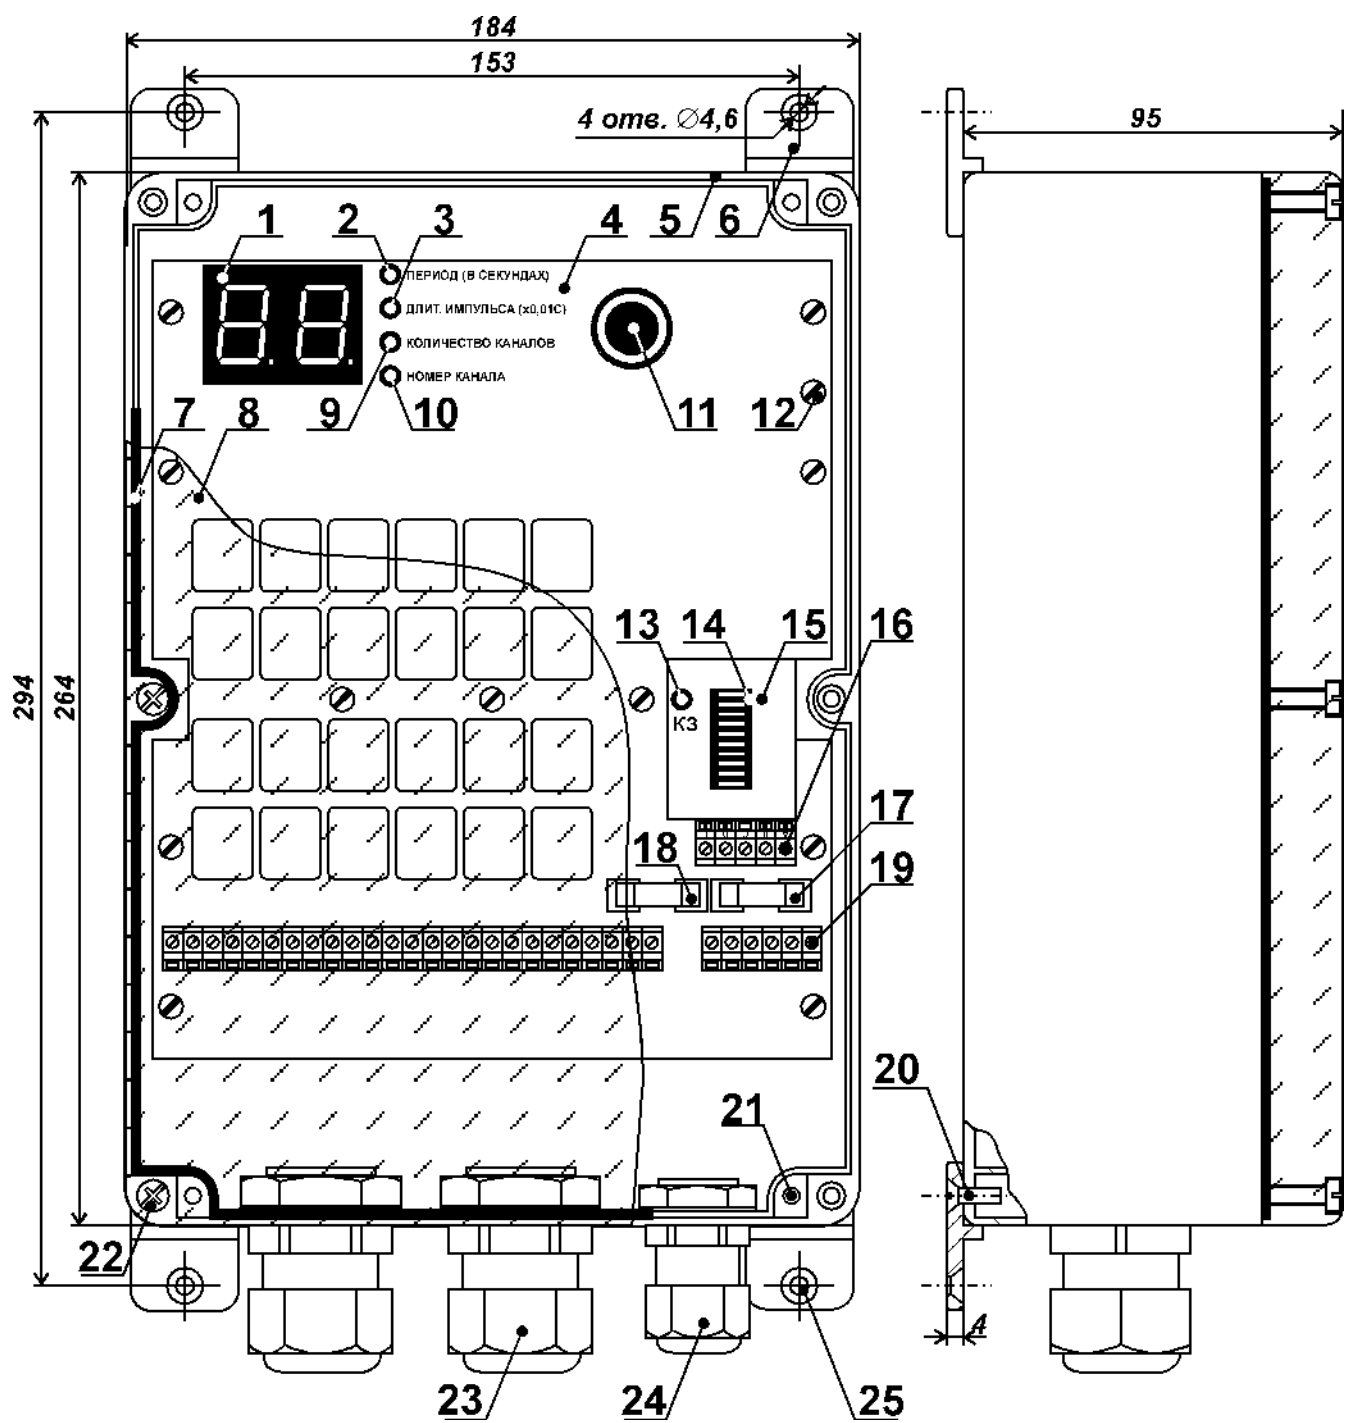

Рис. 1. Конструкция блока А-02.
Конструкция блока показана на рис. 1. Электрическая схема блока собрана на печатной плате [поз. 4], которая саморезами [поз. 12] закреплена в корпусе [поз. 5].
7.1. Перед монтажом блока необходимо установить на него кабельные сальники и крепёжные элементы, входящие в комплект поставки (см. рис. 1). Кабельные сальники вставляются в подготовленные отверстия на нижней стенке блока и изнутри закрепляются пластиковыми гайками, которые должны быть затянуты до упора. Затяжка гаек производится рукой, без применения специального инструмента.
Четыре крепёжные пластины [поз. 6 на рис. 1] устанавливаются снаружи и притягиваются к корпусу блока специальными винтами [поз. 20 на рис. 1]. Винты вворачиваются в отверстия [поз. 21 на рис. 1] на пластиковом дне корпуса с помощью отвёртки. Момент затяжки винтов должен обеспечивать надёжную фиксацию крепёжных пластин и не допускать их разрушения.
7.2. Блок устанавливается на стену (колонну) и должен быть надежно закреплён. Монтаж блока ведется с помощью винтов М4 или саморезов диаметром до 4,5 мм, вставляемых в четыре крепёжные отверстия [поз. 25 на рис. 1].
В процессе работы, когда индикаторы [поз. 2, 3, 9 и 10 на рис. 1] не горят, на цифровом табло [поз. 1 на рис. 1] отображается номер канала (выходной клеммы блока), в который будет выдан очередной импульс управления ЭПК.
8.2. Для того, чтобы изменить параметры управляющих сигналов, следует нажать на энкодер [поз. 11 на рис. 1]. При каждом нажатии последовательно включается один из светодиодов [поз. 2, 3, 9 и 10 на рис. 1], указывая на то, какой из параметров может быть изменён. Текущее значение параметра отображается на цифровом табло [поз. 1 на рис. 1]. Увеличение введённого значения осуществляется поворотом энкодера по часовой стрелке, а уменьшение - против.
8.3. При первом нажатии на энкодер загорается индикатор «ПЕРИОД» [поз. 2 на рис. 1] и на цифровом табло отображается текущий период повторения управляющих импульсов (в секундах). При вращении энкодера значение на табло меняется от 1 до 99 секунд с шагом в 1 секунду.
При следующем нажатии на энкодер загорается индикатор «ДЛИТ. ИМПУЛЬСА» [поз. 3 на рис. 1] и на цифровом табло отображается текущая продолжительность управляющих импульсов (в сотых долях секунды). При вращении энкодера значение на табло меняется от 3 до 50 с шагом 1, что соответствует длительности импульса от 0,03 до 0,5 секунд с шагом в 0,01 секунды.
При очередном нажатии на энкодер загорается индикатор «КОЛИЧЕСТВО КАНАЛОВ» [поз. 9 на рис. 1] и на цифровое табло выводится число управляемых ЭПК (от 1 до 24 с шагом 1). На тех клеммах блока, номера которых больше значения на цифровом табло, импульсы встряхивания рукавов фильтра-циклона формироваться не будут.
8.5. Если нажать на энкодер в момент, когда горит индикатор «КОЛИЧЕСТВО КАНАЛОВ», то блок переходит в режим, предназначенный для диагностики неисправностей в катушках ЭПК. При этом загорается индикатор «НОМЕР КАНАЛА» [поз. 10 на рис. 1] и управляющие импульсы выдаются только на одну выходную клемму. Её номер отображается на цифровом табло. Вращением энкодера можно выбрать любую из выходных клемм блока (от 1 до 24 с шагом 1) и сравнить между собой токи потребления каждого ЭПК. Это позволяет выявить наличие обрывов, межвитковых или коротких замыканий в их катушках. Для выхода из режима диагностики требуется нажать на энкодер, после чего управляющие импульсы вновь будут распределяться по заданному количеству каналов.